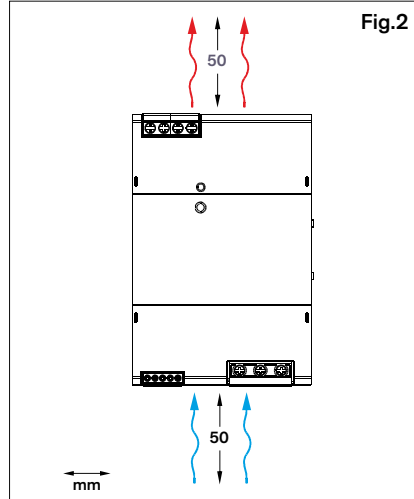

Fig.2
- Tutti i cavi in ingresso e in uscita devono essere dimensionati correttamente in relazione all'alimentatore e devono essere collegati con la corretta polarità. Fig.3 Il cablaggio dell'alimentatore dev'essere dotato di fusibili di portata adeguata. Dev'essere garantito un sufficiente raffreddamento. Fig.2
Данное устройство может быть установлено на рейки DIN 35 мм, отвечающие спецификации DIN EN 50022. Соблюдать требования к вентиляционному зазору сверху и снизу устройства. Fig. 2 Стандартная монтажная ориентация предусматривает расположение выходных клемм (I/P) внизу.